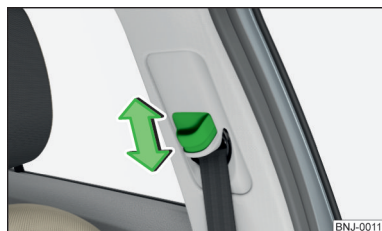

Bild 6
- ▶ Tryck på bältestrissan och skjut den i önskad riktning » bild 6.